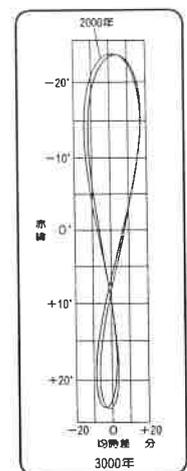

図2
これらの要因による振幅と起点の異なる①と②を加えたものがほぼ均時差になります。均時差は、現在は約14.3分の遅れ（-）から約16.4分の進み（+）まで変動し、この間に値の異なる極大と極小が各2回あります。アナレンマは、均時差と太陽の赤緯を組み合わせた結果の図形です。その形の変化は短期間では非常に少なく、ほぼ一定とみなすことができます。しかし、その形は大変ゆっくりではありますが長い年月が経つと少しずつ変化していきます。図2は、西暦3000年の形状を近年の近似式の一例を用いておおよそ予測したもので、変化の傾向を知ることができます。要因は、主に太陽年と近点年との差によるもので、これに平均黄道傾角の変化が若干加わっています。100年後の西暦2100年で最大約15秒狂う期間があることが予測できます。後日紹介する大気差を補正した直読式精密日時計であっても、精度が±10秒（視太陽時に換算）を保証する日時計の使用有効期限は、設置や製作上の精度を考慮すると50年後までがほぼ限界です。計算基準を50年後に設定して100年後までとする方法もありますが、設置直後に保証限界に近い誤差を生じる期間が存在します。